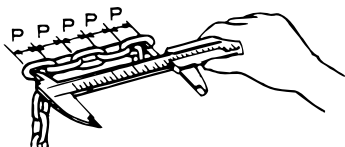

図18 ピッチ測定方法
- (1)ロードチェーンは、部分的にはではなく、全体をチェックしてください。5個のリンクのピッチ (P) の和を、図18のように、ノギスで測定してください。
- (2)通常は30cmおきに測定してください。但し、限界値に近いときは、より多くの場所を測定し、一部分でも限界値に達していたら新品と取り替えてください。
- (3)リンクとリンクの接触部の摩耗やキズなどにより、線径が初期線径の95%未満 (最も小さい測定値となる測定を行うこと) になっている部分が1箇所でもあれば、新品と取り替えてください。以下3項目のいずれか1つでも該当するロードチェーンは、新品と取り替えてください。
- (4)チェーンに有害なキズがある。
- (5)チェーンが変形している。
- (6)溶接スパッタの付着が見られるなど、高熱にさらされたと考えられる場合。